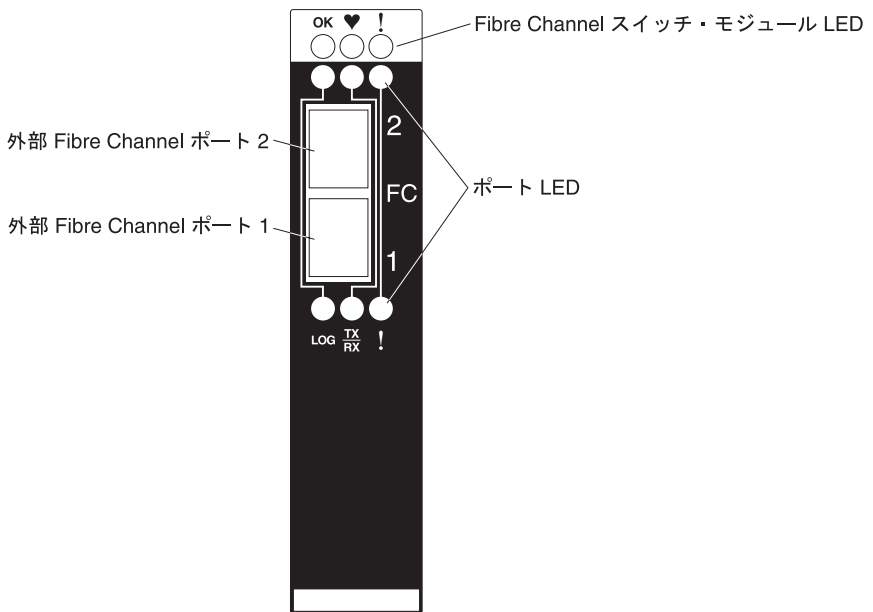

図 6. Fibre Channel スイッチ・モジュールの情報パネル
スイッチ・モジュールの情報パネルには、図 6 に示すように、LED と 2 つの Fibre Channel ポートがあります。
- Fibre Channel 装置、エンド装置、およびサーバーを接続するための 2 つの外部 Fibre Channel ポート。これらのポートは、スイッチ構成メニューではポート 2 およびポート 1 として識別され、スイッチ・モジュールに 2 と 1 のラベルが (上から下の順に) 付けられています (図 6 に示されている通り)。